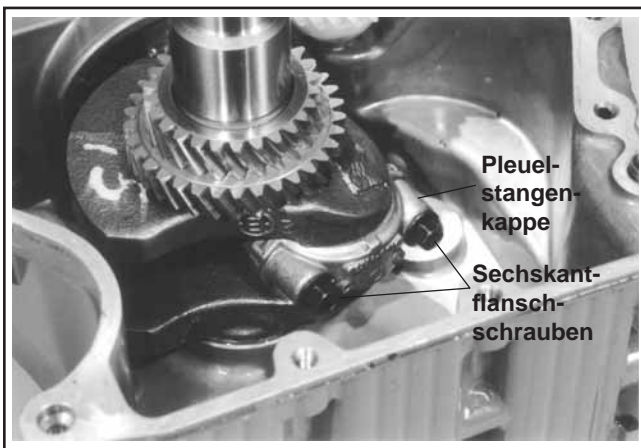

Abbildung 9-50. Ausbau der Pleuelstange.
1. Demontieren Sie die beiden Sechskantflanschschrauben und die Pleuelstangenkappe. Siehe Abbildung 9-50.